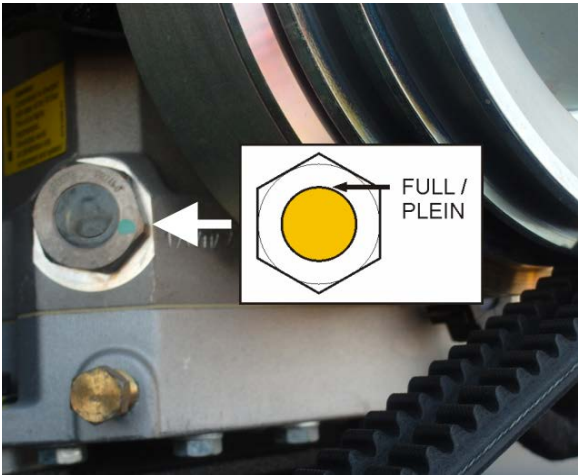

FIGURE 34 : VERRE DE REGARD GAUCHE
- Verre de regard gauche : pleine hauteur du verre de regard (Figure 34).